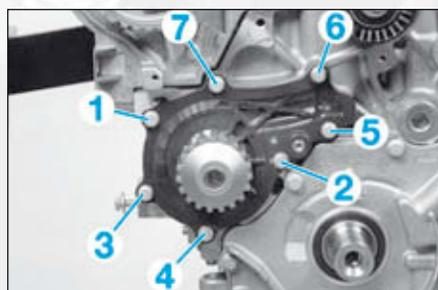

FIG.18
- Déposer les vis de fixation de la pompe à eau et la dégager (Fig.18),
- Serrer les vis de fixation de la pompe dans l'ordre indiqué (Fig.18) et au couple prescrit.